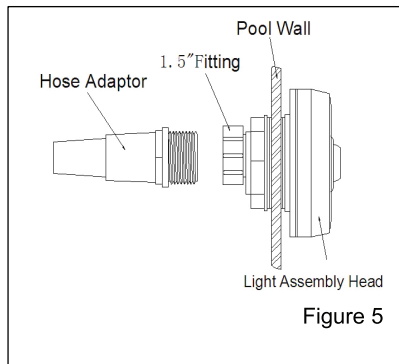

Figure 5
5. Disconnect the clamp on the hose. Unscrew the hose adaptor from the existing fitting and screw to a 1.5" Fitting. See Figure 5
5. Défaire la bride de serrage du conduit. Dévisser l'adaptateur de conduit du raccord existant et visser au raccord spécial montré à la figure 5.